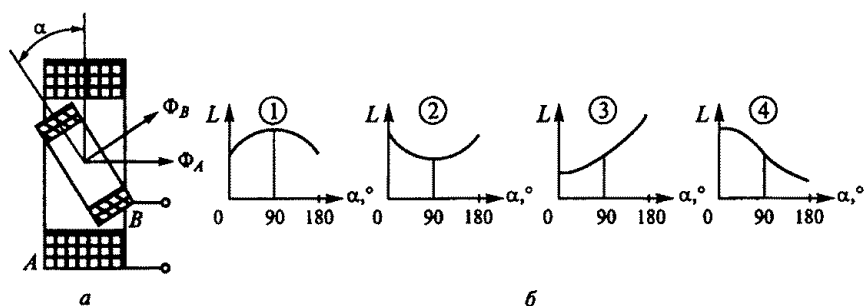

Рис. 62
2.38. Вариометр на рис. 62, *а* состоит из двух последовательно соединенных катушек: неподвижной A и подвижной B , индуктивности которых одинаковы, т.е. $L_A=L_B$. Какой из четырех графиков на рис. 62, *б* правильно отражает зависимость общей индуктивности вариометра от угла поворота α ?